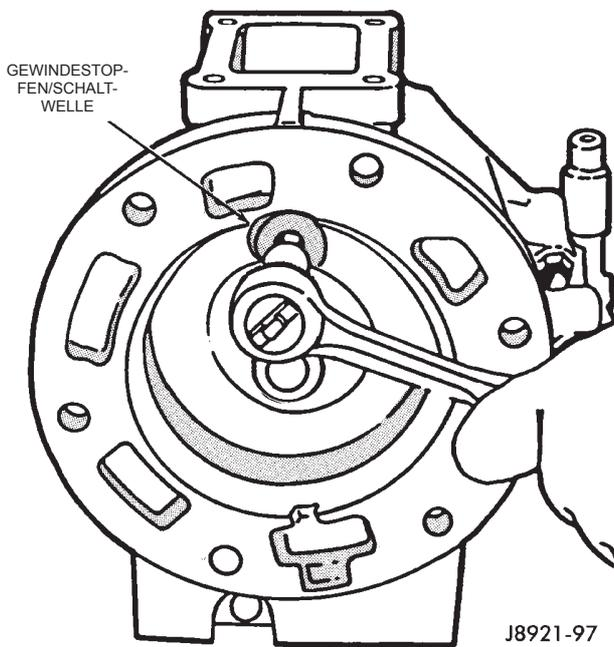

Abb. 45 Gewindestopfen der Schaltwelle einbauen
(14) Den Gewindestopfen der Schaltwelle ansetzen und mit einem Anzugsmoment von 18 N·m (13 ft. lbs.) festziehen (Abb. 45).